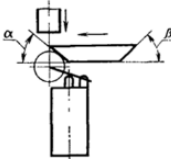

Рис. 5
8.8.5 Выключатели ВПК 2112 предназначены для работы с проходным нереверсивным упором (рисунок 5), но могут работать и с непроходным реверсивным и толкающим упорами, при этом угол набегания упора α и угол сбега β должны быть не более 40°.